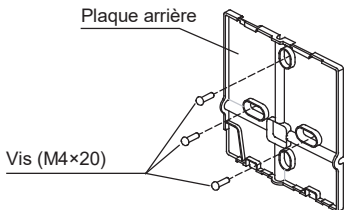

Fig 3-5
- Pour un montage apparent, fixez la plaque arrière sur le mur avec les 3 vis (M4 × 20) (Fig.3-5)